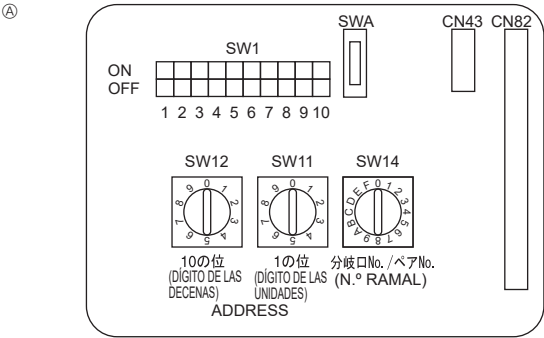

Fig. 6-4
6.6. Configuración de las direcciones (Fig. 6-4)